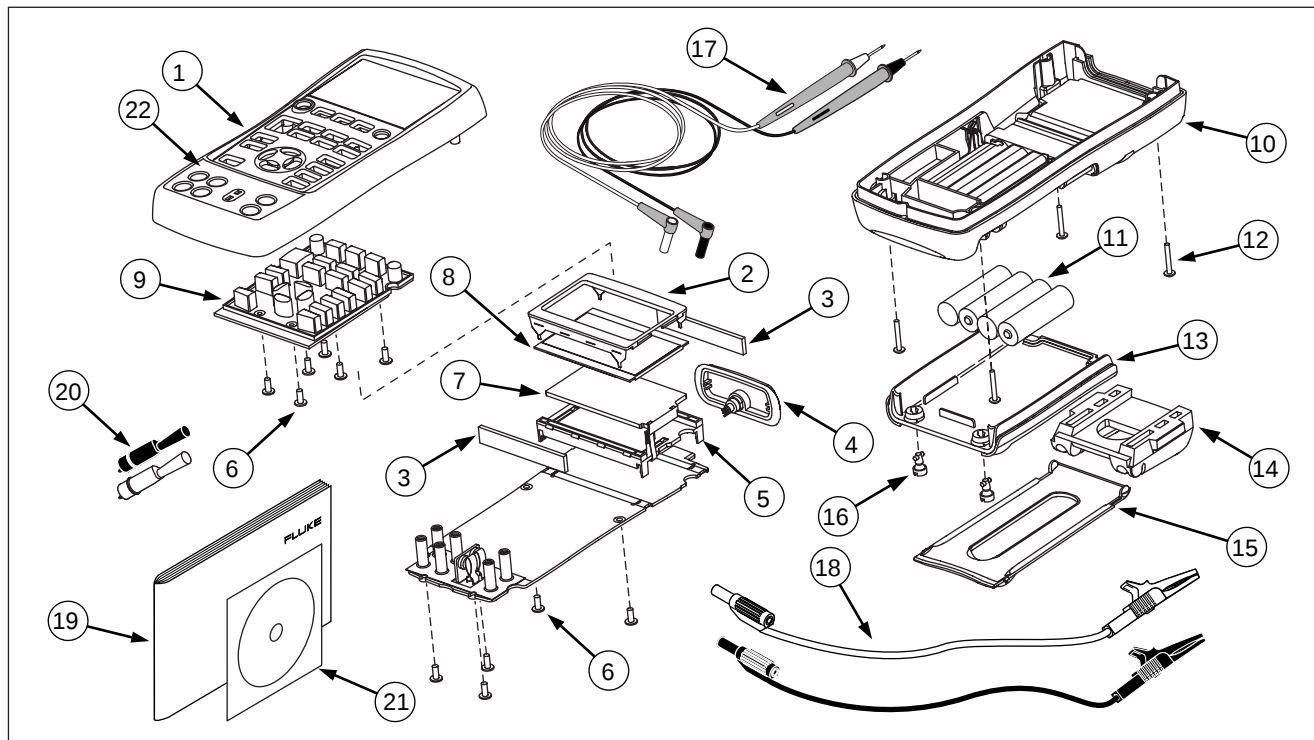

Abbildung 23. Ersatzteile
Tabelle 9 enthält die Teilenummern (PN) aller ersetzbaren Teile. Siehe Abbildung 23.